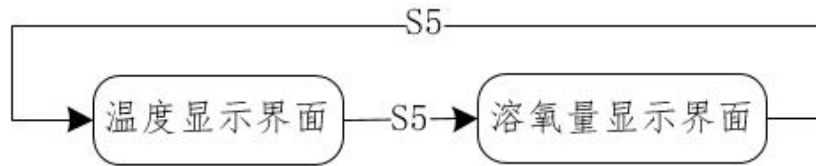

图 5 按键 S5 切换模式
(2) 按键 S5 定义为“切换”按键，按下 S5 按键，切换数码管显示界面“温度显示界面”和“溶氧量显示界面”。按键 S5 切换模式如图 5 所示。